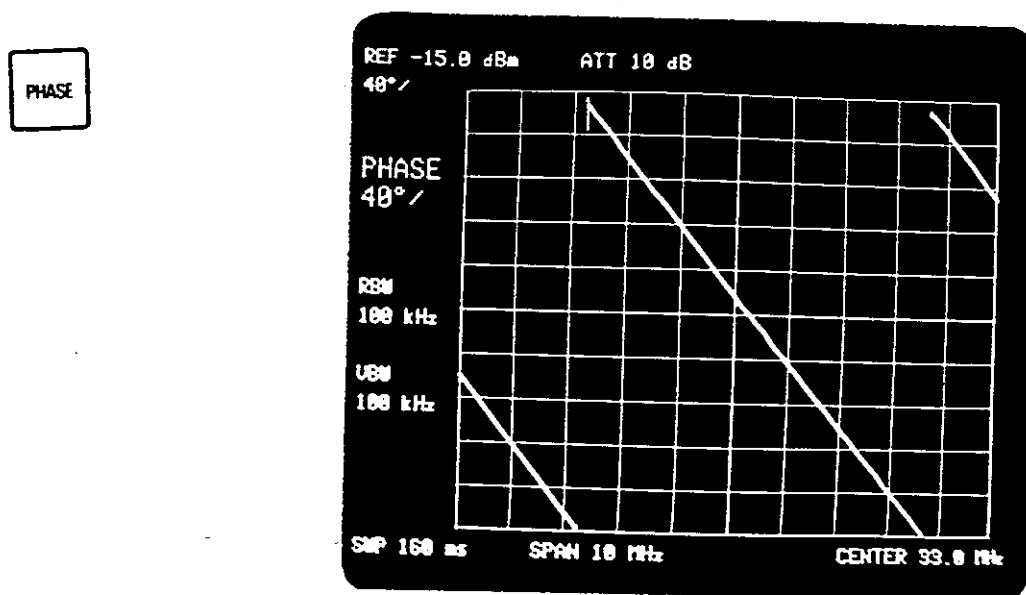

図7-3 スルーの位相特性
- ④ フィルタを取り外し、ケーブル同士を接続して、スルーの周波数特性を見ます。
- ⑤ **PHASE** スイッチを押しますと、スルーの位相特性が観測できます。(図7-3)